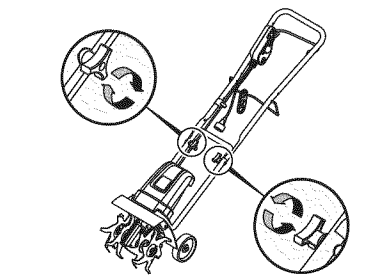

Fig. 2
3. Ajuste las perillas para asegurar el manubrio en su lugar (Fig. 2).